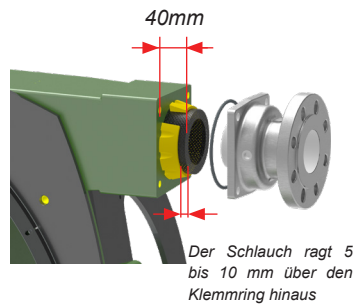

Abbildung 10: - Verbindungsflansch-Baugruppe ohne Einsatz
9. Lassen Sie die Pumpe vorwärtslaufen und anhalten, wenn der Schlauch 40 mm Ausgangs-/oberen Anschluss hervorsteht (Abbildung 10).